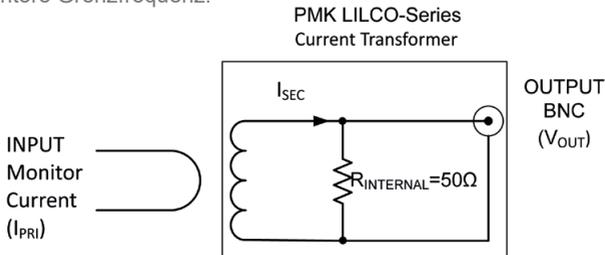

Abbildung 1 - Vereinfachte Darstellung
Das Messprinzip ist das gleiche wie bei Leistungswandlern (Transformatoren). Der Stromwandler hat eine Primär- und eine Sekundärwicklung. Ein in der Primärwicklung fließender Wechselstrom I_{PRI} induziert einen Wechselstrom in die Sekundärwicklung I_{SEC} . Der Strom der Sekundärwicklung fließt durch den internen 50Ω-Widerstand $R_{INTERNAL}$ und erzeugt eine Ausgangsspannung V_{OUT} (Abbildung 1). Dieser Bürdenwiderstand, $R_{INTERNAL}$ parallel zur BNC-Ausgangsterminierung, legt zusammen mit der Induktivität der Sekundärwicklung L_{SEC} die L_{SEC}/R_{BURDEN} -Zeitkonstante fest und bestimmt somit die untere Grenzfrequenz.
- **Ausgangsempfindlichkeit [V/A]** Die Abhängigkeit von Eingangsstrom I_{PRI} und der resultierenden Ausgangsspannung V_{OUT} , die über dem Ausgangsabschlusswiderstand $R_{INTERNAL}$ parallel zur BNC-Ausgangsterminierung (R_{BURDEN}) des Stromwandlers abfällt. Eine Verringerung der Ausgangsterminierung (Eingangsterminierung des Messgeräts) verringert die Ausgangsempfindlichkeit. Die Toleranz des Widerstandswerts der Terminierung und die Übertragungsverluste im Verbindungskabel haben einen Einfluss auf die Genauigkeit der Ausgangsempfindlichkeit. (Siehe Abbildung 1 und den Abschnitt zur Erweiterung der Leistungsfähigkeit in diesem Handbuch.)